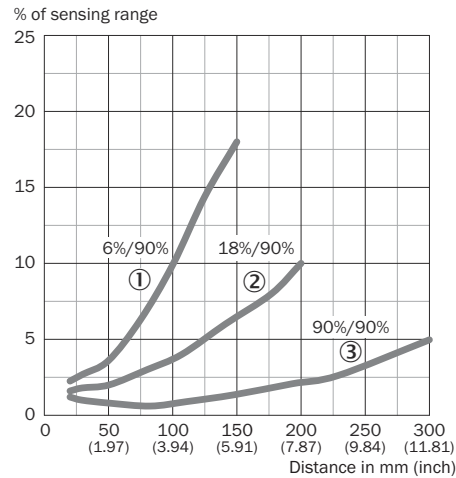

図 45: HTB18、検出距離の%
使用条件の確認：対応する図に従って、検出距離ならびに対象物または背景との間隔、そして対象物の反射率を調整します [図 45 を参照] ( $x$  = 検出距離、 $y$  = 設定した検出距離と背景抑制間の移行距離を検出距離の%として示した値 (対象物反射率/背景反射率))。反射率：6% = 黒 ①、18% = グレー ②、90% = 白 ③ (DIN 5033 に準拠した白を基準とした値)。反射率の低い対象物を使用して調整することをお勧めします。
背景抑制のための最小距離 (=  $y$ ) は、図 [図 45 ①] に従って以下の通り求めることができます：